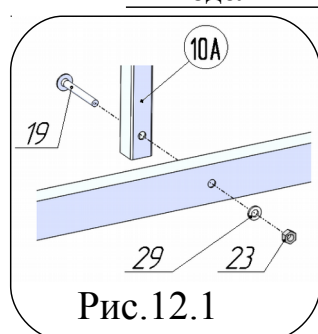
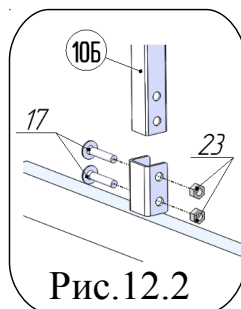

Рис.12.1
Рис.12.2
12. Присоединить держатель матраса поз.10А к раме кровати, используя винт М6х50 поз.19 шайбу 6 поз. 29 и гайку М6 со стопорным кольцом поз.23 в соответствии с рис.12.1. Присоединить упор матраса поз.10Б в соответствии с рис. 12.2 и 12.3, используя винт М6х30 поз.17 и гайку М6 со стопорным кольцом поз.23.